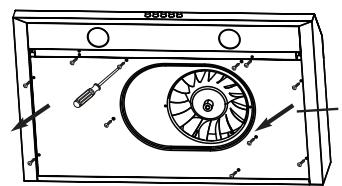

Fig. 13
- Le clapet et l'adaptateur se trouvent à l'intérieur de la hotte. Pour y avoir accès, retirer le panneau inférieur (E) si ce n'est pas déjà fait (voir Fig. 13).
- Choisir d'installer le clapet (C) soit en position haute (3) pour une ventilation par le haut, soit en position arrière (5) pour une ventilation par l'arrière. L'adaptateur (D) s'installe en position 3 et 4 pour une ventilation par le haut uniquement.
- Attacher le clapet (C) ou l'adaptateur (D) à l'ouverture défonçable choisie. Veillez à ce que le pivot du clapet soit orienté vers le haut de manière à ce que le clapet reste fermé lorsqu'il n'est pas utilisé.
- Visser le clapet (C) ou adaptateur (D) à la hotte (A) à l'aide des vis à tôle courtes (BB).
- Sceller le clapet (C) ou adaptateur (D) à la hotte (A) sur les quatre côtés avec du ruban à conduits.